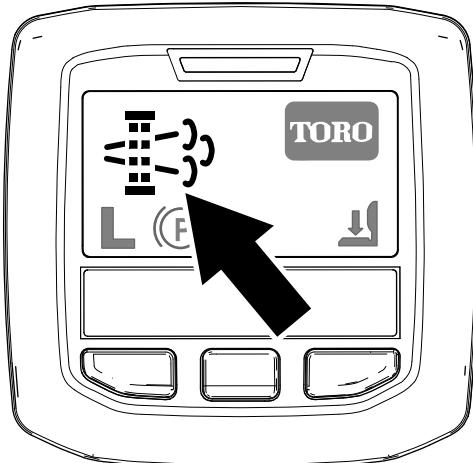

図 23
- インフォセンターに、駐車再生要求アイコンが表示されます 図 23。